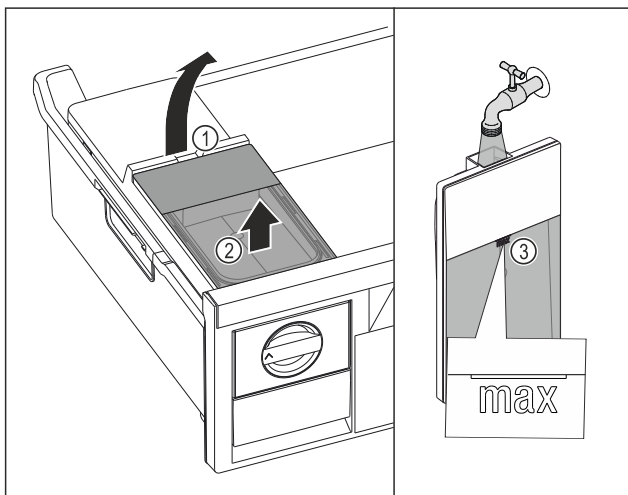

Fig. 33
- ▶ Поднимите бак для воды за выемку Fig. 33 (1).
- ▶ Извлеките бак для воды движением вверх Fig. 33 (2)
- ▶ Наполните бак для воды питьевой водой до отметки Fig. 33 (3).